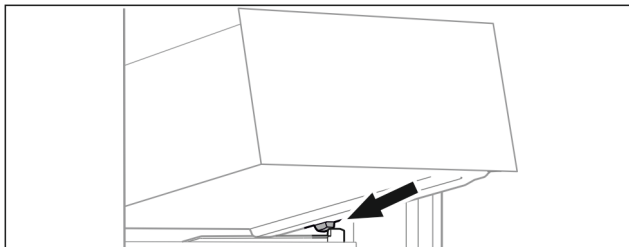

Fig. 67
- ▶ Lade schuin achter de stoppers op containerrib plaatsen. (zie Fig. 67)